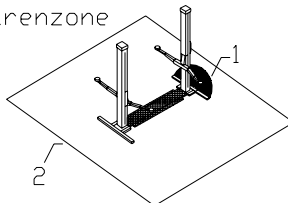

Fig.6
De veiligheidszone (Fig.6) wordt bepaald door de afmetingen van het voertuig.
Tijdens stijg- en daalbewegingen moet de bediener zich in de bedieningszone (1) bevinden, zoals aangegeven in Fig.6 . De aanwezigheid van personen in de gevarenszone (2) is ten strengste verboden. De aanwezigheid van personen onder het voertuig is alleen toegestaan als het voertuig geparkeerd is in de geheven stand.